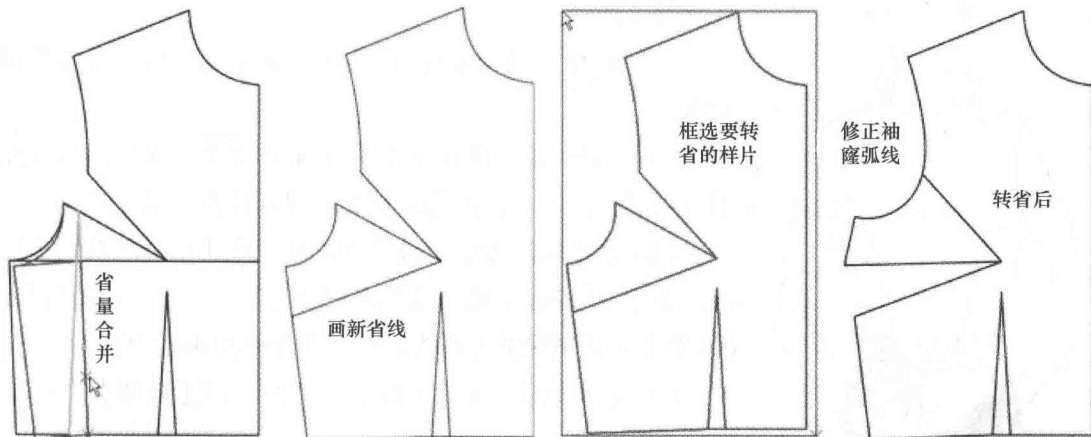

图4-42 横省和腰省设计步骤1
(1) 选择 【剪断线】工具将要旋转部位线段剪断后, 选择 【旋转】工具, 按着【Shift】键进入【旋转】功能。将侧腰省闭合。
(2) 选择 【智能笔】工具从袖窿省尖画新省线至侧缝线。
(3) 选择 【转省】工具框选要转省的样片, 然后先点击新省线, 再点击闭合二端线, 即可转省。
(4) 选择 【剪断线】工具, 依次点击袖窿弧线的 2 段线, 然后按右键结束将 2 段线连接成一条线。并选择 【调整】工具调顺袖窿弧线, 以上步骤如图 4-42 所示。